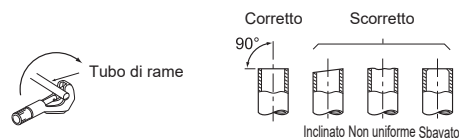

Fig. 1
- Per facilitare il deflusso dello scarico, il tubo di scarico deve essere rivolto verso il basso. (Fig. 1)
- 1) Tagliare il tubo di rame in modo corretto con un tagliatubi. (Fig. 1, 2)